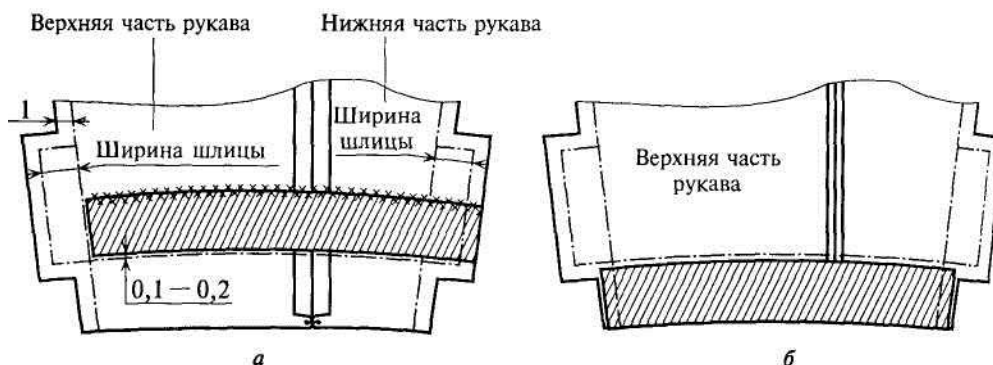

Рис.72
1. Стачивают передние срезы, намечают линию подгиба низа рукавов в соответствии с ТУ. Выкраивают припуски на обработку шлицы, ставят неклеевую прокладку (рис. 72, а) на рукав по общим правилам или дублируют припуски низа рукава (рис. 72, б).